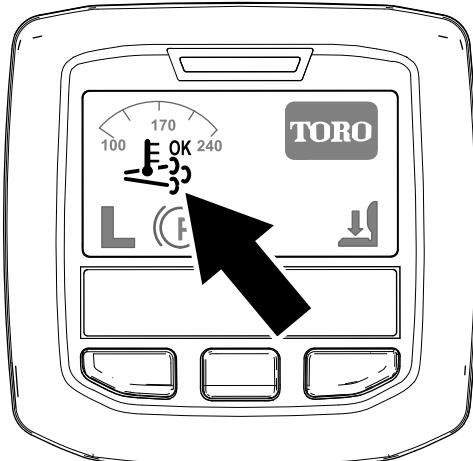

Bild 22
- Das Symbol für die unterstützte bzw. Rücksetzen-Regenerierung im InfoCenter angezeigt (Bild 22).